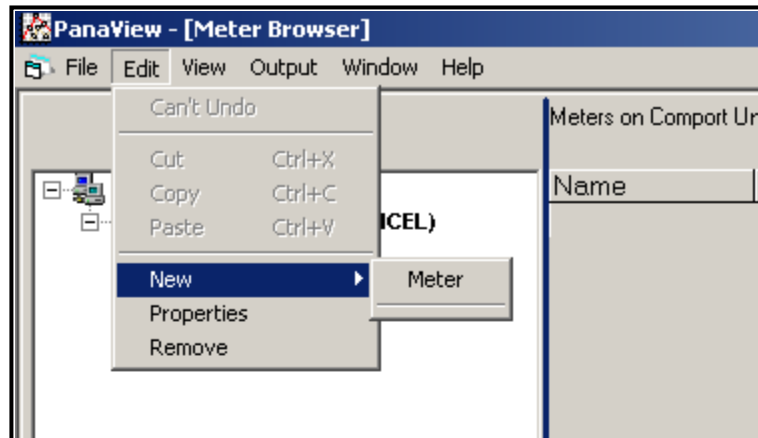

Figura 21: Opción *"Nuevo"* en el menú *"Editar"*
2. Haga clic en la opción *"Nuevo"* en el menú *"Edit (Editar)"* (ver Figura 21).